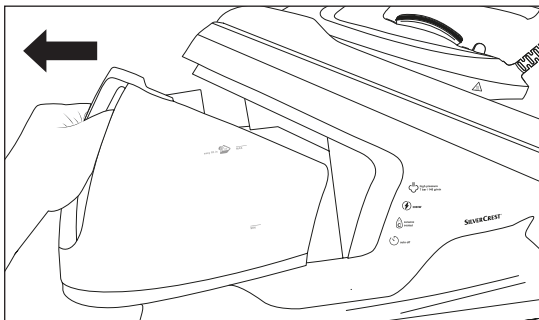

Abb. 3
- 2) Ziehen Sie den Wassertank 10 am Griff aus der Basisstation (s. Abb. 3).